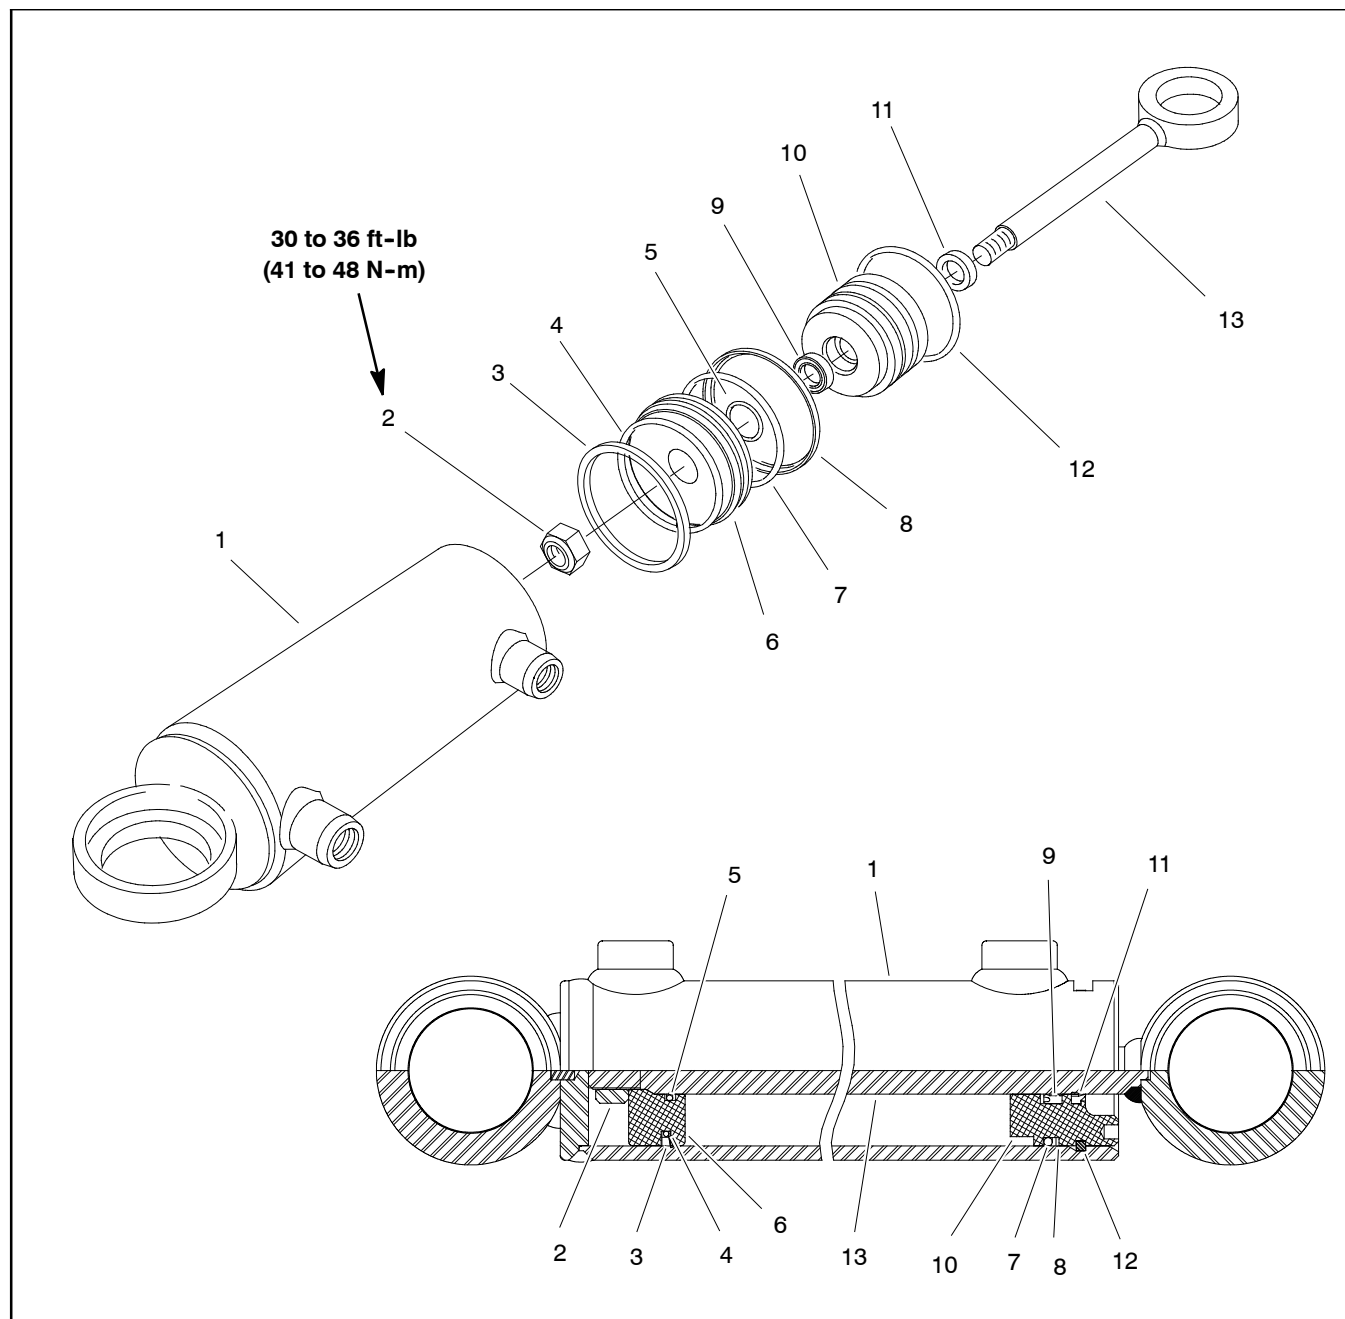

Figure 102
**Disassembly (Fig. 102)**
**Assembly (Fig. 102)**